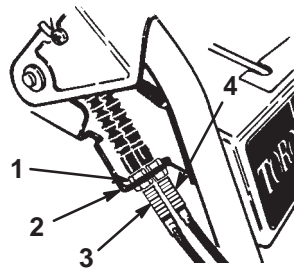

Figure 28
- Desserrez l'écrou de blocage supérieur qui fixe le câble de déplacement au support de montage (Fig. 28).
- Tournez l'écrou de blocage inférieur pour augmenter la tension de la courroie (Fig. 28).
- A. Desserrez l'écrou de blocage supérieur qui fixe le câble de tarière/turbine au support de fixation (Fig. 28).